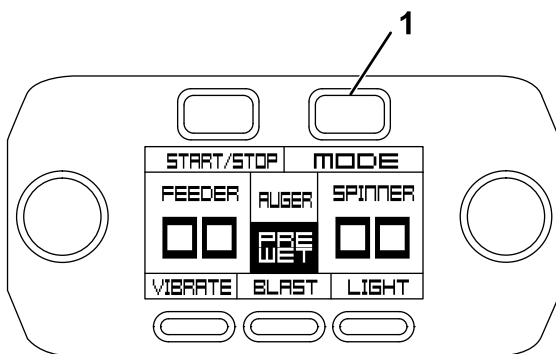

Figura 46
- Para desactivar el sistema de prehumectación, pulse el botón Mode (modo) del controlador (Figura 46).